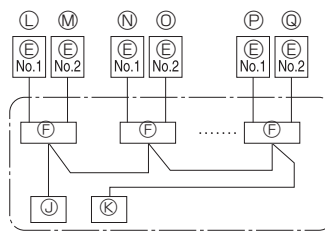

Fig. 6-2
6.1. Unidad exterior (Fig. 6-1, Fig. 6-2)
- Tienda los cables de acuerdo con la Fig. 6-1 y Fig. 6-2.